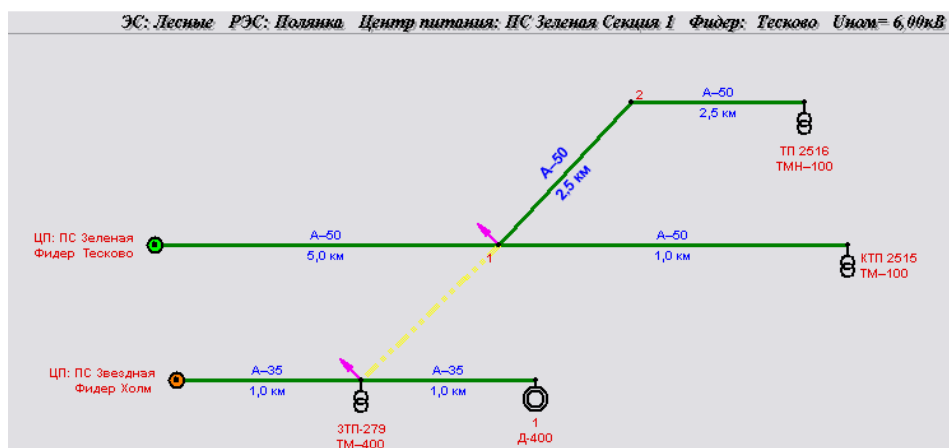

Рис. 2.104. Резервные переемычки между двумя центрами питания
Для оценки таких режимов, анализа их допустимости и экономичности по потерям мощности в программе предусмотрена возможность переключений отдельных участков распределительных линий 6 – 110 кВ с одного центра питания (ЦП) на другой, если имеются резервные переемычки (рис. 2.104). Такие резервные переемычки, связывающие фидера, питающиеся от различных ЦП, должны иметь внешние узлы. При этом внешним узлом может быть любой узел сети (кроме ЦП).
- 5) Выделить правой клавишей мыши узел первого фидера, через который будет проходить межфидерная связь, и, не отпуская правую клавишу мыши, переместить курсор мыши к узлу второго фидера и отпустить на этом узле. В появившемся контекстном меню выбрать *Присоединить*. Два фидера будут связаны отключенной межфидерной соединительной линией (рис. 2.104). Узлы связи будут помечены стрелками;